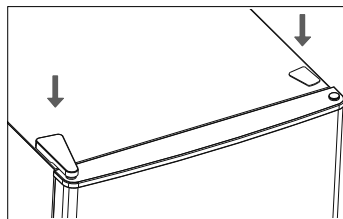

Fig. 15
- ▶ Vuelva a colocar la cubierta de la bisagra y la tapa de los tornillos (véase la **fig. 15**).